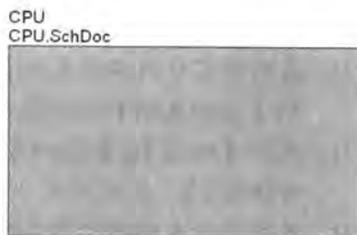

图 4-57 设置了属性的图纸符号
- [6] 单击 **确认** 按钮关闭对话框，设置了属性的图纸符号如图 4-57 所示。